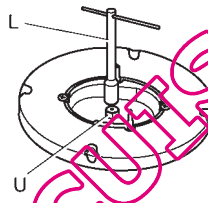

Fig.8
- Con una chiave diritta L svitare l'ugello U (fig. 8) e sostituirlo con quello corrispondente.